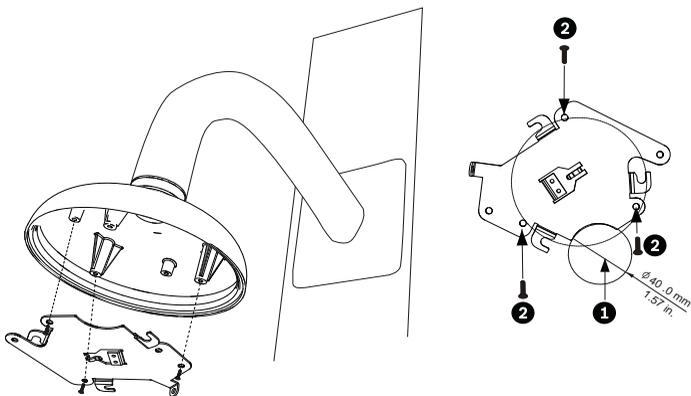

Рисунок 5.4 Прикрепите монтажную плату к колпачку камеры
2. Проложите провода на стороне монтажной платы с помощью профиля серповидной формы (кодировый №2 *Рисунок 5.4*).